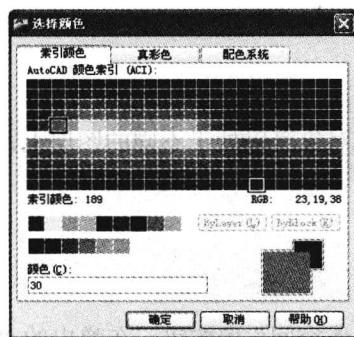

图 1-3 “选择颜色”对话框
- 在显示“边界线”图层颜色的区域单击，弹出如图 1-3 所示的“选择颜色”对话框，从中选择 30 号颜色，即橙色，单击“确定”按钮。